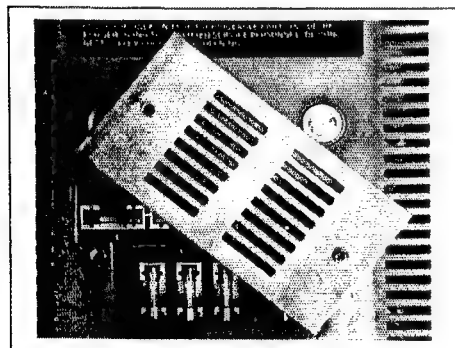

Fig. 2.10
- In der Mitte des unteren Deckblechs die beiden Schrauben der kleinen Abdeckung lösen und diese abheben (Fig. 2.10).
- Unfasten the two screws of the small cover in the center of the bottom cover plate and remove small cover (Fig. 2.10).
- Sur le fond de l'appareil, retirez le petit couvercle central en dévissant les 2 vis selon la fig. 2.10.